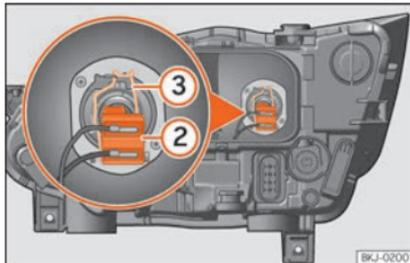

Fig. 54 No compartimento do motor: lâmpada da luz de médios.
- Retire o conector da lâmpada »» Fig. 54 ②.
- Desengate a mola de fixação »» Fig. 54 ③ pressionando-a para dentro e para a direita.